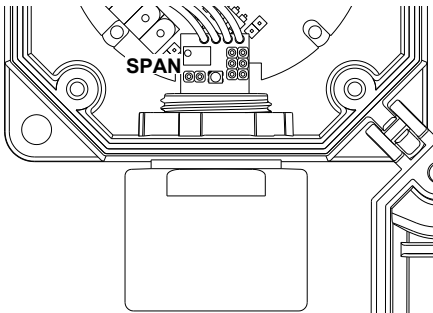

Fig. 9b: Posición del control de Span en el sensor para gases Tóxicos.
- Regular el trimmer 'SPAN' (indicado en Fig. 9b) hasta leer en el multímetro una corriente igual a la calculada mediante las fórmulas. Si la operación no resulta se puede repetir con la secuencia desde el inicio, dejando antes el sensor alimentado en aire limpio por al menos 10 minutos.